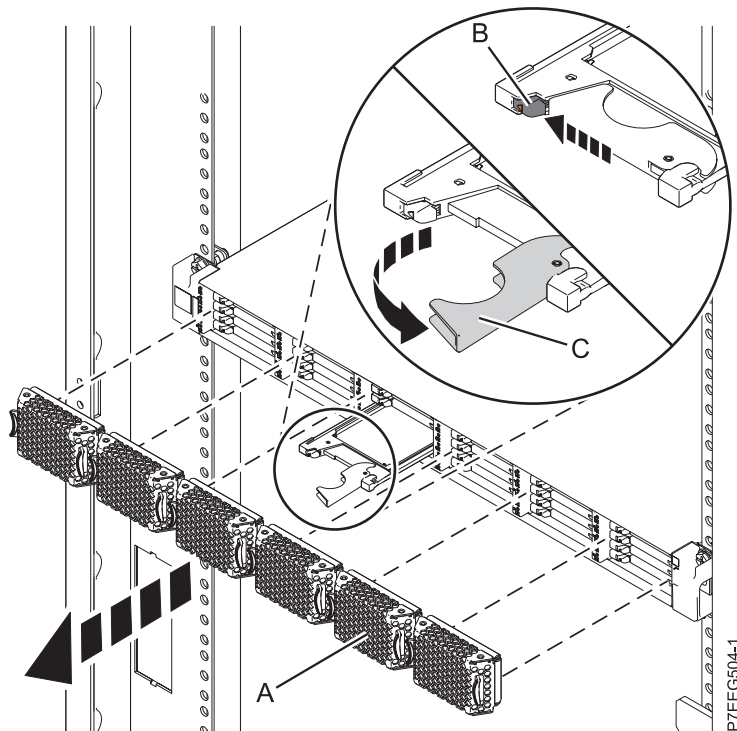

Figura 15. Extracció de la unitat d'estat sòlid des de Allotjament d'emmagatzematge EDR1 PCIe
1. Aixequeu la tapa bisellada (A) que cobreix la ranura que conté la unitat d'estat sòlid.
2. Desplaceu el pestell d'alliberació (B) amb compte per tal de desbloquejar la nansa de la unitat. Consulteu Figura 15.
4. Quan el LED d'identificació de la unitat d'estat sòlid parpellegi, agafeu la nansa (C) i feu sortir parcialment la unitat de la ranura.